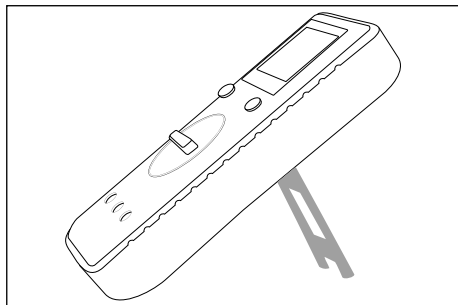

Fig. 4
- ◆ Para inclinar o aparelho, puxe o apoio existente na parte traseira do aparelho (ver fig. 4).